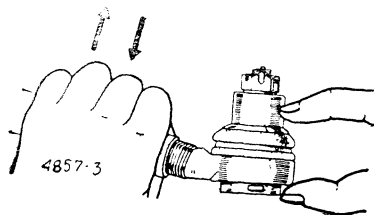

Рис. 39. Проверка люфта в шарнирах рулевых тяг
2. Люфт, обусловленный износом сферических поверхностей шарового пальца и корпуса шарнира. Этот вид люфта можно выявить при энергичном покачивании рулевой тяги вдоль оси шарового пальца (с усилием около 20 кгс), приложив пальцы к шарниру и бобышке тяги, как показано на рис. 39.